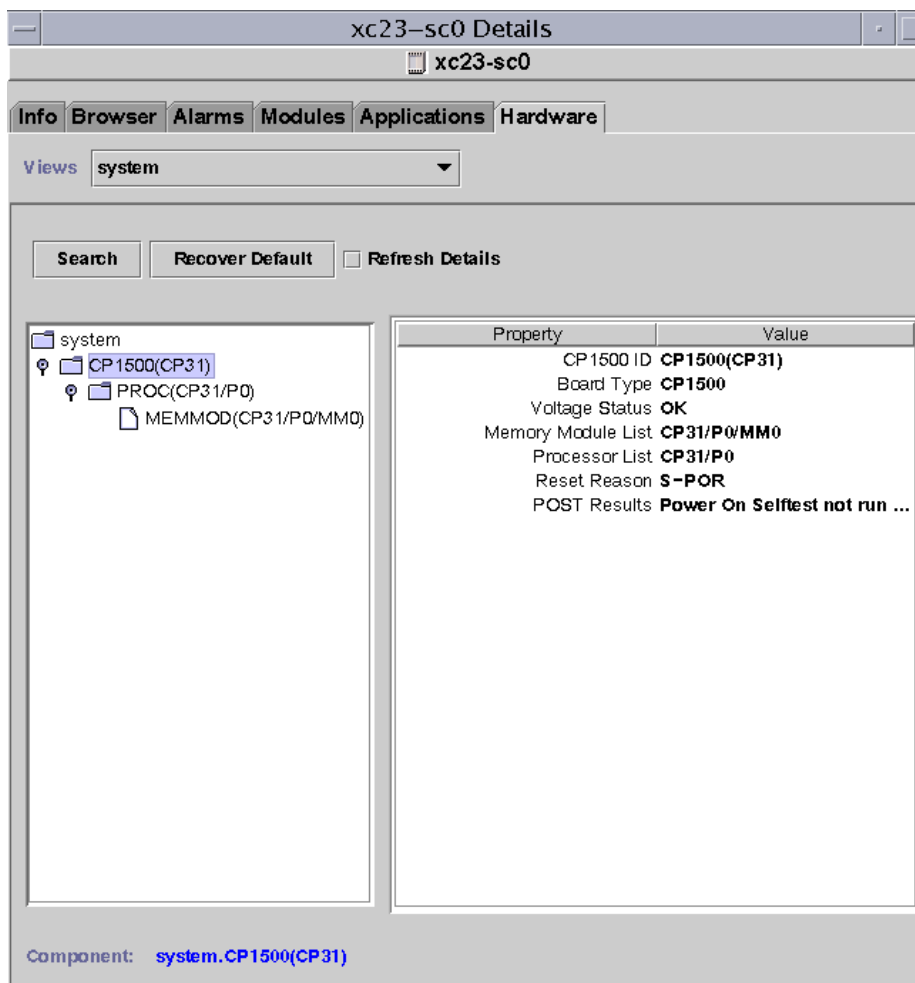

图 5-12 Sun Fire 15K/12K 系统控制器逻辑视图
系统控制器的逻辑视图显示了挂接到系统控制器上的所有板与组件的分层结构。若要查找 Sun Fire 15K/12K 系统控制器的分层结构视图（图 5-12），请执行以下操作：
4. 单击“Expand All（扩展所有）”按钮，然后单击左侧窗格的一个对象，以查看类似于图 5-12 的逻辑视图。